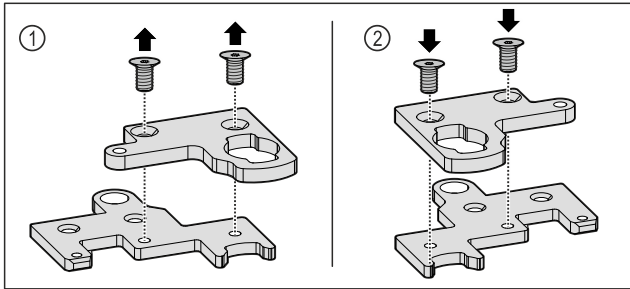

Fig. 35
- ▶ Szerelje ki a kétrészes zsanért. Fig. 35 (1)
- ▶ Szerelje vissza a kétrészes zsanért 180°-kal elforgatva. Fig. 35 (2)